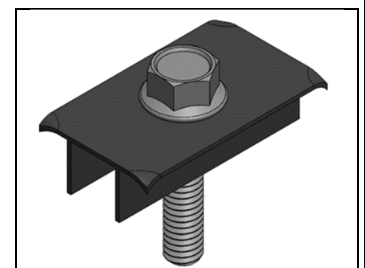

Rysunek 1a: Miejsca przyłożenia nacisku klamer
2) **Klamry lub zaciski zabezpieczające:** Należy zamontować moduł zaciskami umieszczonymi przeciwnie do dłuższych i/lub krótszych bokach ramy modułu. Dozwolona lokalizacja zacisku powinna być zgodna z Załącznik. Instalatorzy muszą zapewnić odpowiednio wytrzymałe klamry, tak aby osiągnąć maksymalną wytrzymałość konstrukcyjną modułów. Firma Maxeon nie dostarcza zacisków ani klamer. Zaciski muszą wywierać nacisk współliniowo do „ścianki” ramy modułu, nie tylko górnego kołnierza. Klamry nie powinny wywierać nadmiernego nacisku na górną część ramy, odształcać górnego kołnierza ani stykać się ze szkłem – tego rodzaju praktyki unieważniają gwarancję na moduł oraz powodują ryzyko uszkodzenia szkła. Rys. 1a przedstawia miejsce występowania nacisku górnej klamry ramy. Należy unikać dociskania krawędzi modułu w odległości 50 mm od rogu, aby ograniczyć ryzyko odształcenia i pęknięcia szkła. Podczas mocowania ramy modułu moment dociskania nie może przekroczyć 15 Nm, w przeciwnym razie istnieje ryzyko odształcenia ramy. Należy użyć skalibrowanego klucza dynamometrycznego. Przed instalacją systemu montażowego należy ocenić pod względem zgodności, szczególnie w przypadku nieużywania zacisków lub klamer. Aby uzyskać zatwierdzenie dla niestandardowych zacisków lub klamer zabezpieczających, gdy wartości dociskania są wyższe od podanych, należy skontaktować się z firmą Maxeon.